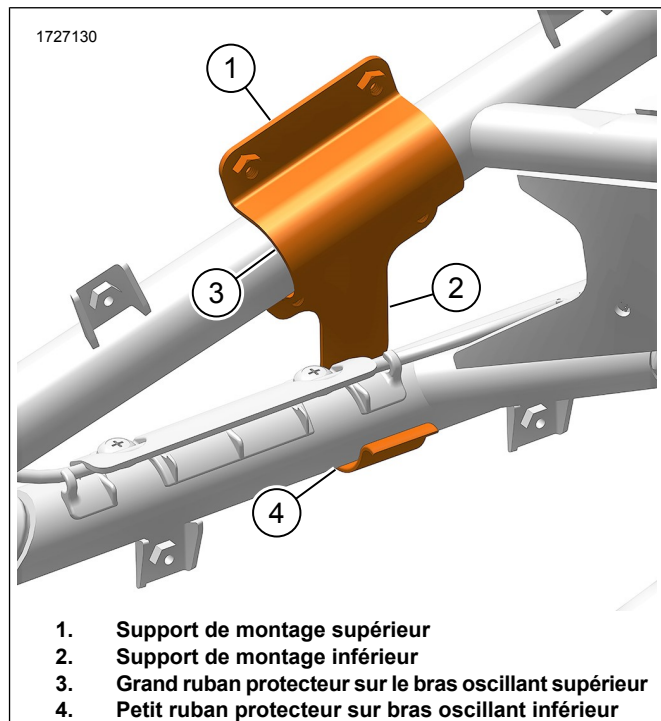

Figure 2. Supports de montage
- a. Voir la figure 2. Positionner les supports de montage supérieurs et inférieurs (1, 2) sur le bras oscillant. Vérifier que les supports se chevauchent correctement.